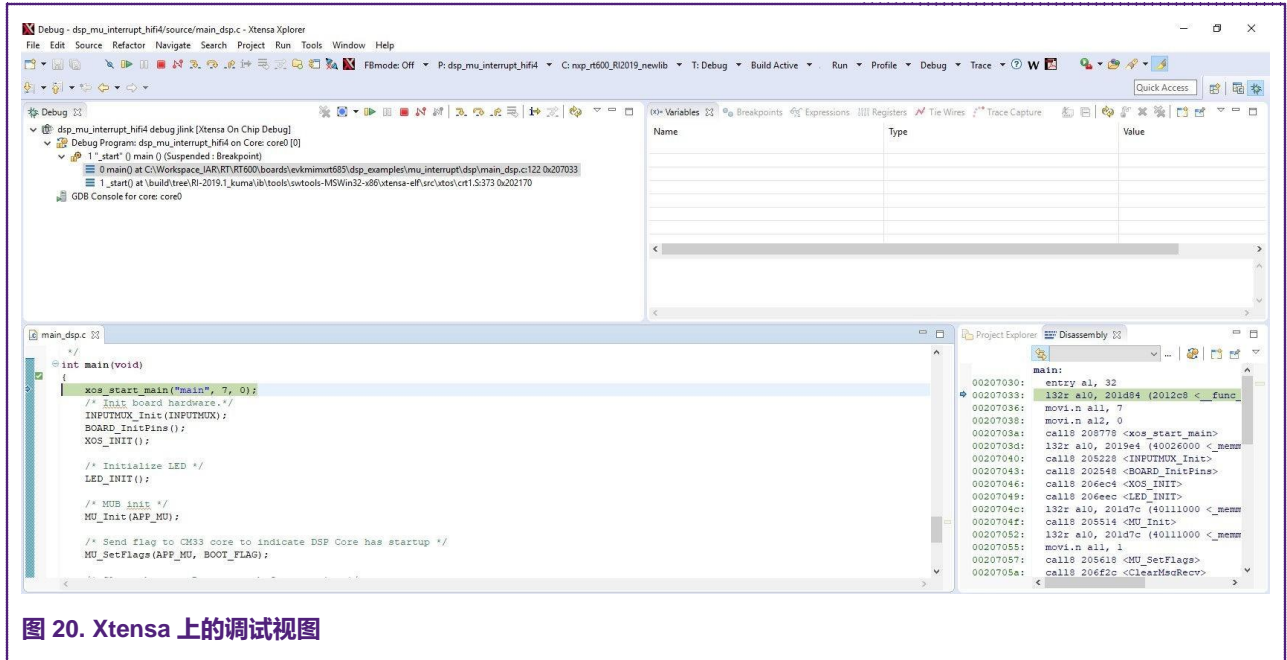

图 20. Xtensa 上的调试视图
- 一旦选择了 Debug (调试) 按钮, 将启动实际的片上调试。Xplorer 会询问是否要将二进制文件下载到硬件上。选择 **Yes**。二进制文件下载完成后, Xplorer IDE 将切换到调试视图。调试视图如图 20 所示。